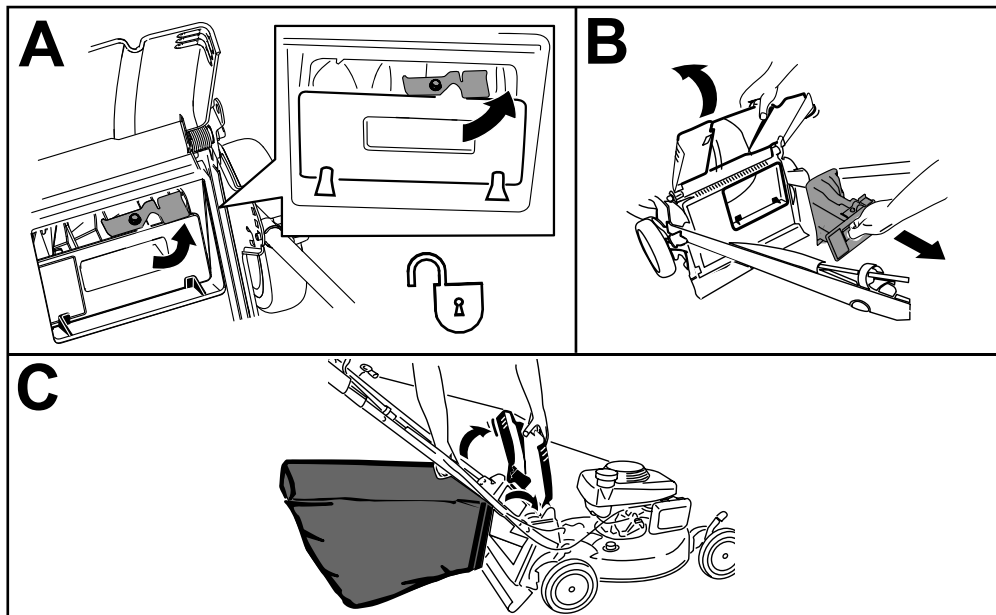

Figure 16
**Remarque:** Pour déverrouiller l'obturateur arrière, tournez le levier vers la droite (Figure 16).
1. Soulevez le déflecteur arrière et maintenez-le dans cette position, puis déverrouillez l'obturateur arrière (encadré A de la Figure 16).
2. Retirez l'obturateur arrière (encadré B de la Figure 16).
3. Accrochez le bord supérieur avant du bac aux ergots sur les crans des supports de poignée (encadré C de la Figure 16).